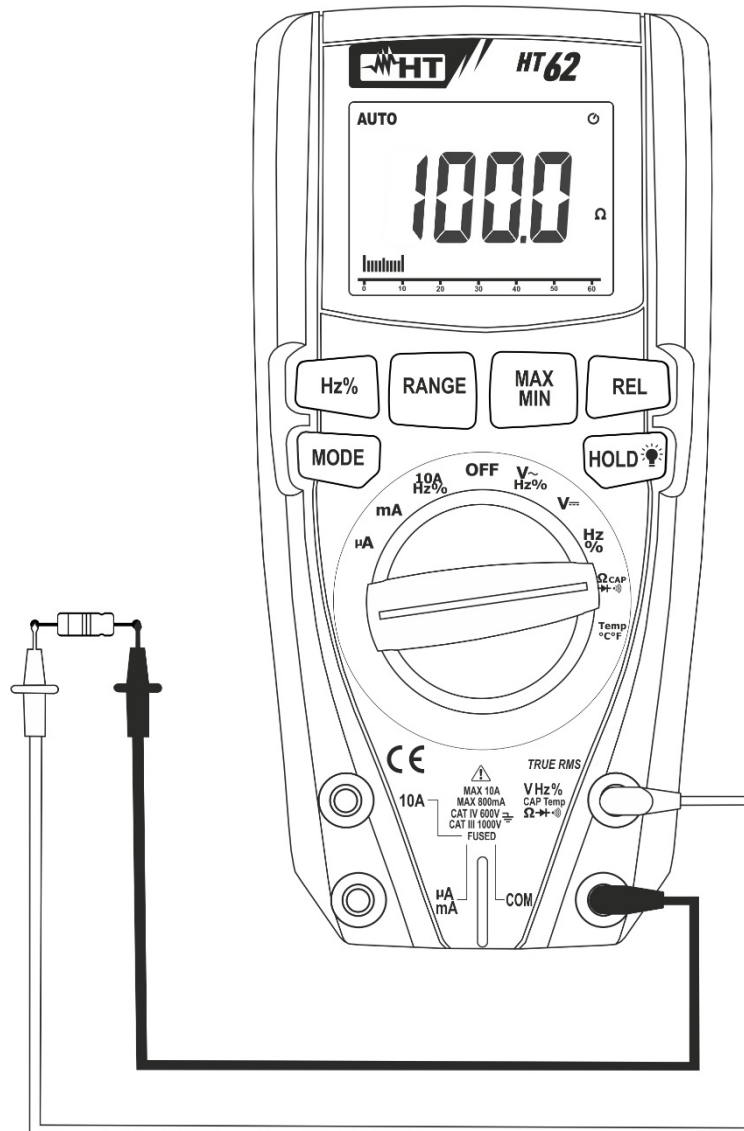

Abb. 5: Verwendung des Gerätes für Widerstandsmessung und Durchgangsprüfung
3. Verbinden Sie die Messleitungen mit den gewünschten Messpunkten des zu messenden Kreises (siehe Fig. 5). Der Widerstandswert erscheint auf dem Display.